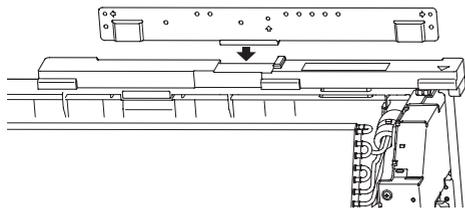

Fig. 5
3) Установите центральный крюк монтажной пластины ② на центральную часть прокладки с углублением. (Fig. 5)